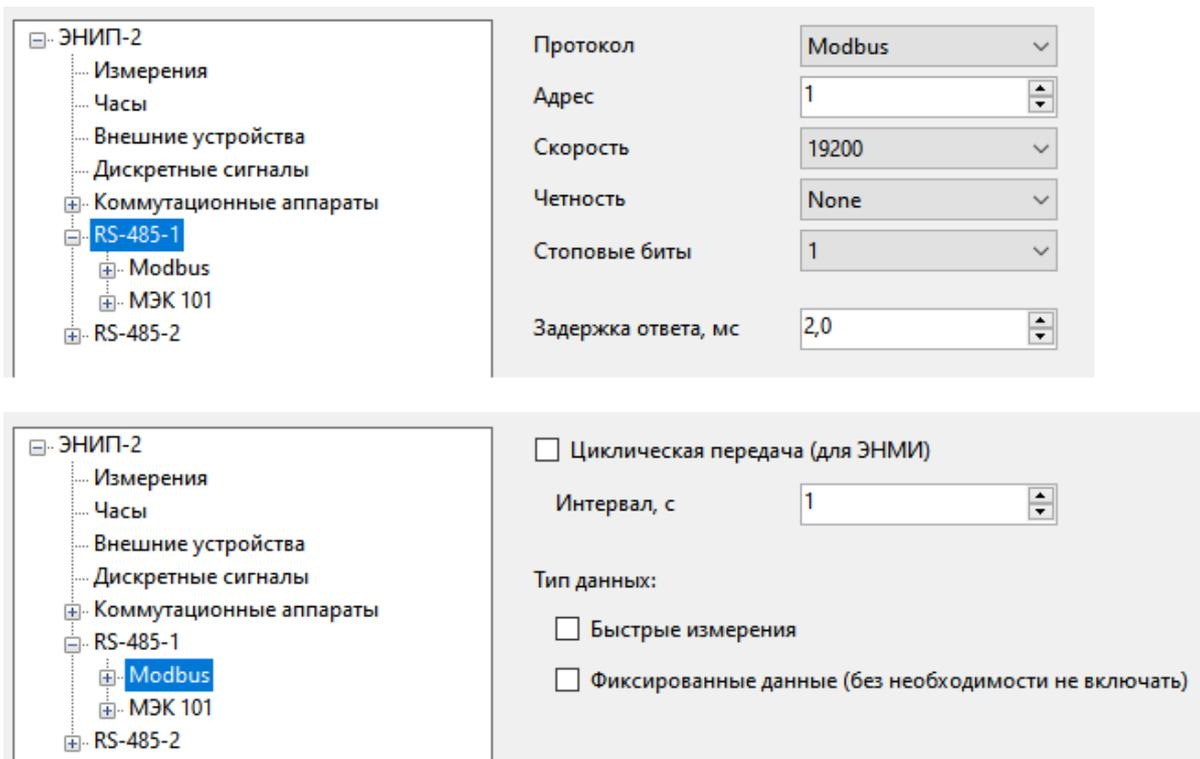

Рисунок 4.4. Пример настроек ЭНИП-2
4.1.10 Панель настроек содержит перечень всех доступных настроек прибора (рис. 4.4).